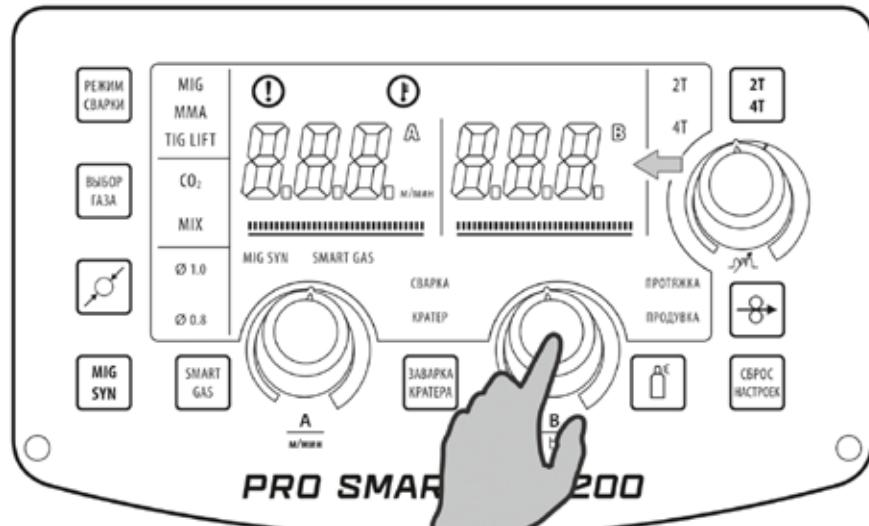

Рис. 10.1.3. Регулятор Arc Force.
**4.** Установите значение Arc Force (см. рис. 10.1.3).
Arc Force рекомендуется применять при сварке покрытыми электродами на малых токах (см. рис. 10.1.3). Регулятором выставьте значение на 15-20% больше от основного тока (см. табл. 7.0.2, поз. 9).